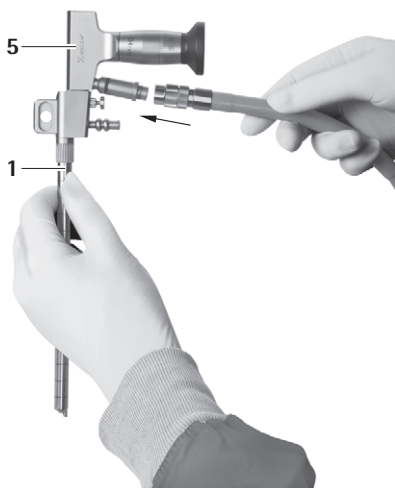

Fig. 3
- Conectați cablul optic și camera, vezi Fig. 3–5.